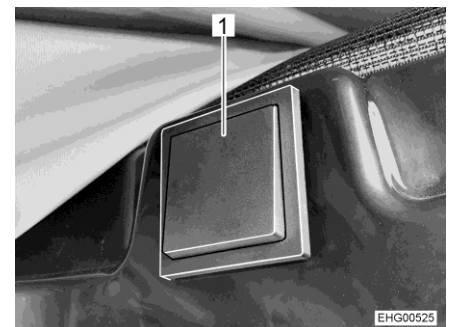

Bild 46 Taster für elektrische Entriegelung
Der Taster für die elektrische Entriegelung (Bild 46) ist auf der rechten Seite im Bereich über der Schiebetür angebracht.
- Taster (Bild 46,1) mindestens 2 Sekunden lang drücken.